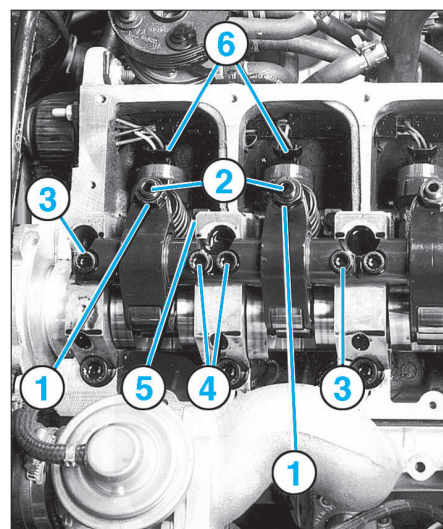
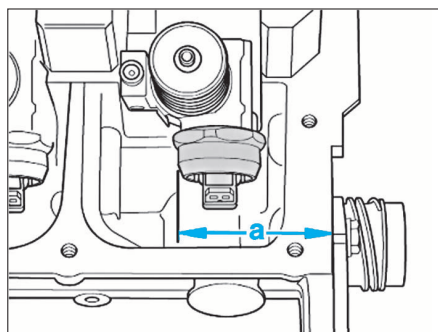
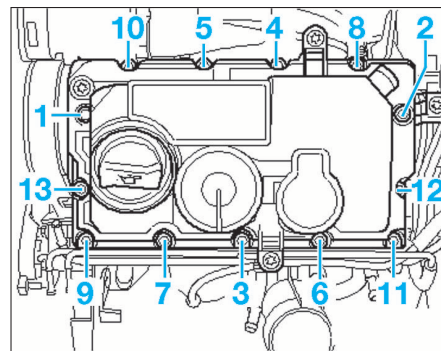

FIG. 40
FIG. 43
FIG. 45
- le couvre-culasse, en desserrant progressivement et en plusieurs passes les vis dans l'ordre inverse indiqué (Fig.45).
- les contre-écrous (1) des vis de réglage des culbuteurs (2) concernés (Fig.40).
- chaque vis de réglage (2) jusqu'à ce que le culbuteur concerné soit en appui sur le ressort du poussoir de l'injecteur-pompe.
- Reposer sur la bride une vis neuve (5) et la serrer jusqu'à ce qu'il soit encore possible de tourner l'injecteur-pompe.
- À l'aide d'un pied à coulisse approprié (plage de mesure de 400 mm mini), mesurer la cote (a), entre le bord extérieur de la culasse et l'électrovanne de l'injecteur-pompe (Fig.43).
Cotes (a) de position des injecteurs-pompes du montage (Fig.43)
• Ajuster la position de l'injecteur-pompe pour obtenir la cote (a) (Fig.43) prescrite, et serrer la vis de fixation de la bride (5) (Fig.40) au couple prescrit.
• Reposer la rampe de culbuteurs puis serrer progressivement et en plusieurs passes ses vis de fixation, en commençant par les vis intérieures (4) puis en finissant par les vis extérieures (3) (Fig.40).
- Serrer la vis de réglage (2) du culbuteur jusqu'à ce qu'une résistance soit nettement perceptible (Fig.40).
- Dans cette position, l'injecteur-pompe se trouve en butée, desserrer la vis de réglage (2) de 180° depuis le point de butée.
- Maintenir la vis de réglage dans cette position puis serrer le contre-écrou (1) au couple prescrit.
- Rebrancher le connecteur de l'électrovanne d'injecteur-pompe (6).
- Reposer le couvre-culasse avec un joint neuf en serrant progressivement et en plusieurs passes les vis dans l'ordre indiqué (Fig.45).